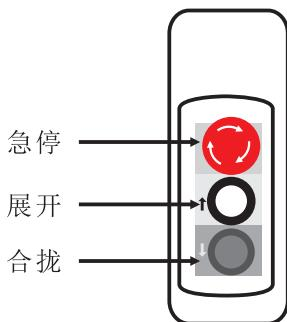

图1-1 手柄开关
- D. 当操作员启动手柄开关（见图1-1）时，两端操作人员必须密切注意系统前进的情况，正常情况时，每排是依次拉出。
附图1-1下部导轨